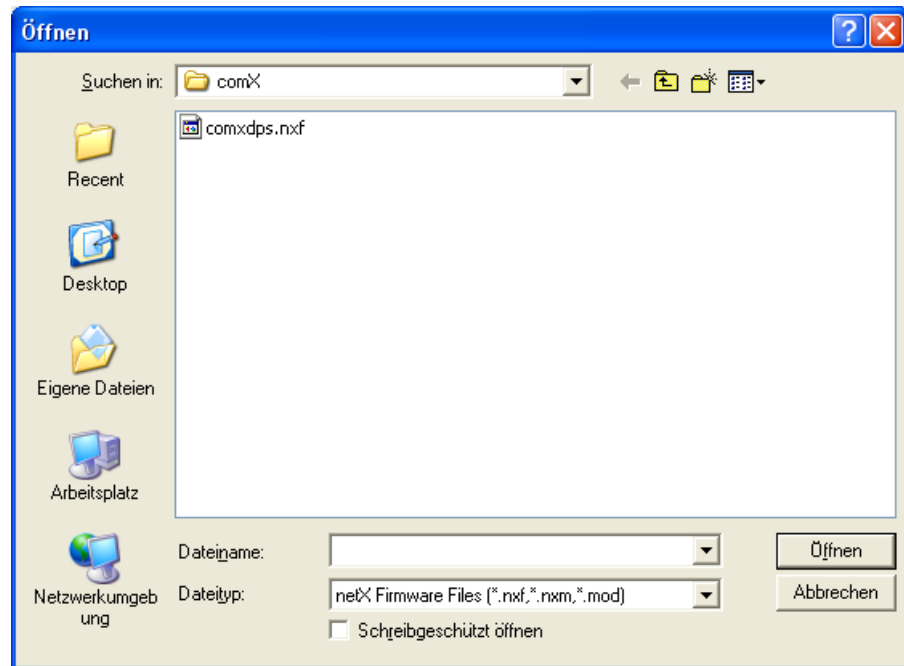

Abbildung 47: cifX-Testapplikation - Auswahl der zu ladenden Firmware-Datei
- Auswahl der Firmware-Datei: Im Eingabefeld "*Filename*" geben Sie den Dateinamen der Firmware-Datei ein, die Sie in das comX-Kommunikationsmodul laden möchten bzw. wählen Sie diesen aus (s. *Abbildung 47: cifX-Testapplikation - Auswahl der zu ladenden Firmware-Datei* auf Seite 128).